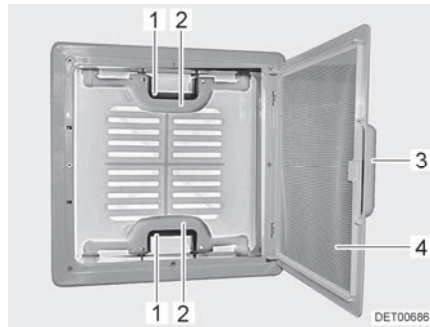

Bild 40 Taklucka med snäpplås
- Drag i handtaget (Bild 40,3).
- Fäll ned insektsskyddet (Bild 40,4).
- Tryck snäpplåset (Bild 40,1) mot takluckans insida. Tryck samtidigt takluckan uppåt med handtaget (Bild 40,2).
- Fäll upp insektsskyddet (Bild 40,4) så att det hakar i.
- Drag kraftigt ner takluckan med hjälp av båda handtagen (Bild 40,2) så långt, att snäpplåsen (Bild 40,1) går i lås.